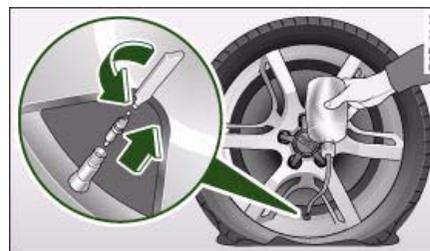

Fig. 228 Efectuar la reparación
- Retire la caperuza de la válvula del neumático y desenrosque el obús de la válvula con el útil que se suministra ⇒ *página 254*, fig. 228.